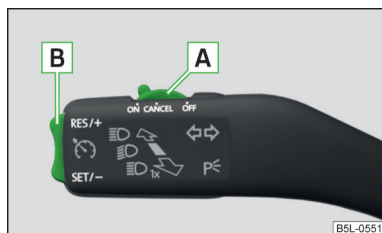

Fig. 124
➤ Ponga el conmutador **A** » fig. 124 a la posición **ON**.
➤ Ponga el conmutador **A** » fig. 124 a la posición **OFF**.
- Presione el balancín **B** a la posición **SET/-** » fig. 124 de la página 158.
➤ Presione el balancín **B** a la posición **RES/+** » fig. 124 de la página 158.
La velocidad memorizada se puede **reducir** presionando el balancín **B** en la posición **SET/-** » fig. 124 de la página 158.
El sistema regulador de la velocidad también se **desconecta temporalmente**, pulsando el interruptor **A** » fig. 124 de la página 158 en la posición de suspensión elástica **CANCEL** o bien el pedal de freno o de embrague.